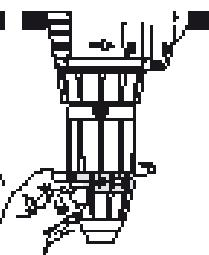

Рис. 11
- Снова затяните стопорное кольцо (Рис. 11).